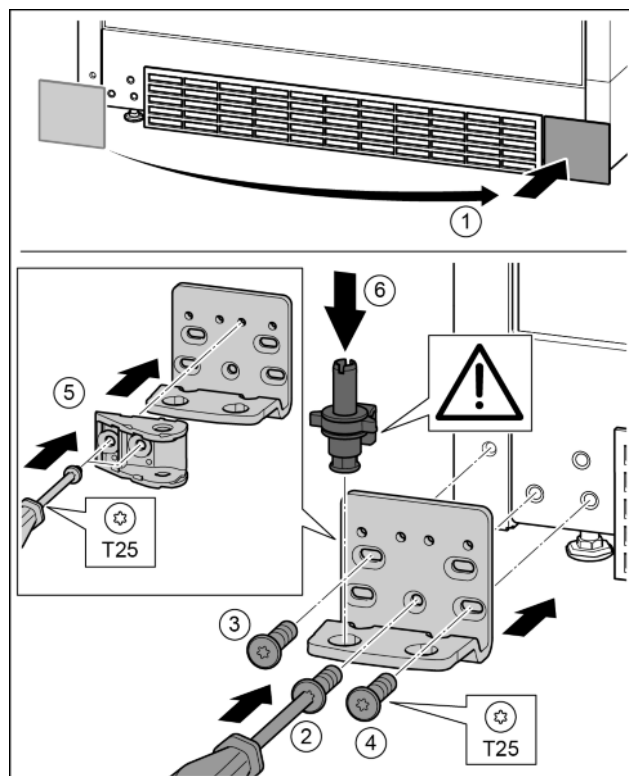

Fig. 34
- ▶ Zdjąć osłonę i założyć z drugiej strony. Fig. 34 (1)
- ▶ Płytkę zawiasu założyć z drugiej strony i przykręcić przy pomocy śrubokręta T25. Rozpocząć śruby 2 dolnej umieszczonej na środku. Fig. 34 (2)
- ▶ Dokręcić śrubę 3 i 4. Fig. 34 (3, 4)
- ▶ Połączenie amortyzatora zamykania obrócić o 180°. Przykręcić z drugiej strony płytkę zawiasu przy pomocy śrubokręta T25. Fig. 34 (5)
- ▶ Założyć cały sworzeń płytki zawiasu. Przy tym zwrócić uwagę, by krzywka zatrzaskowa wskazywała do tyłu. Fig. 34 (6)